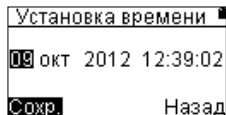
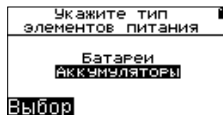

Рисунок 7
Рисунок 8
6.3.3 В пункте **Настройки** (рисунок 6) можно установить текущие дату и время (рисунок 7), установить время автовыключения прибора, тип элемента питания (рисунок 8), длину присоединительного кабеля TDR, отформатировать диск и обновить ПО.